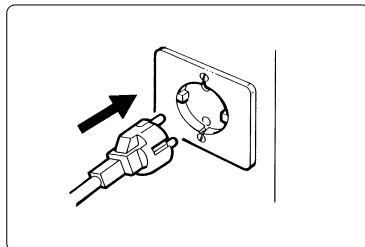

Abb. 5
- c) Den Stecker in die Netzsteckdose einstecken (siehe Abb. 5).